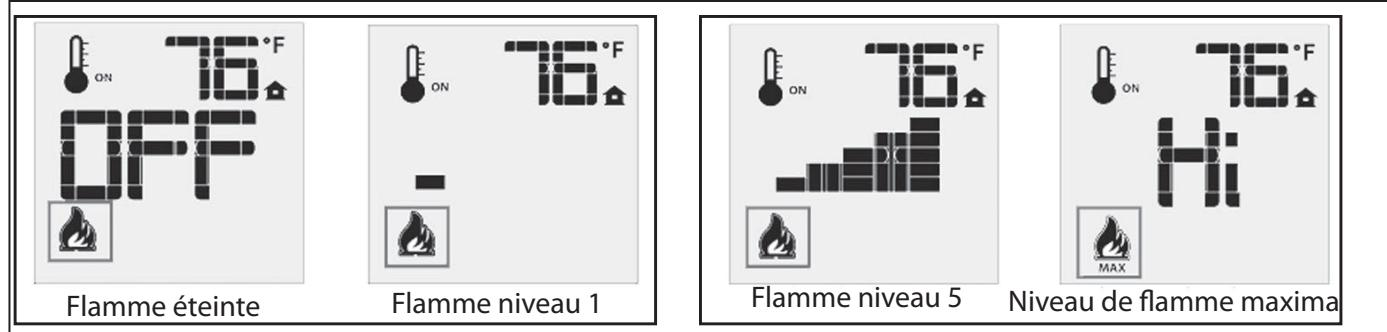

Figure 11 : Niveaux de flamme de la télécommande.
Le Proflame 2 GTMF possède six (6) niveaux de flamme. Lorsque le système est allumé et que le niveau de flamme est au maximum dans l'appareil, appuyez une fois sur la touche fléchée vers le bas pour réduire la hauteur de la flamme d'un cran jusqu'à ce que la flamme soit éteinte. La touche fléchée vers le haut augmente la hauteur de la flamme à chaque fois qu'elle est enfoncée. Si la touche fléchée vers le haut est enfoncée alors que le système est allumé mais que la flamme est éteinte, la flamme s'allumera en position haute (voir la figure 11 ci-dessous). Un seul « bip » confirmara la réception de la commande.